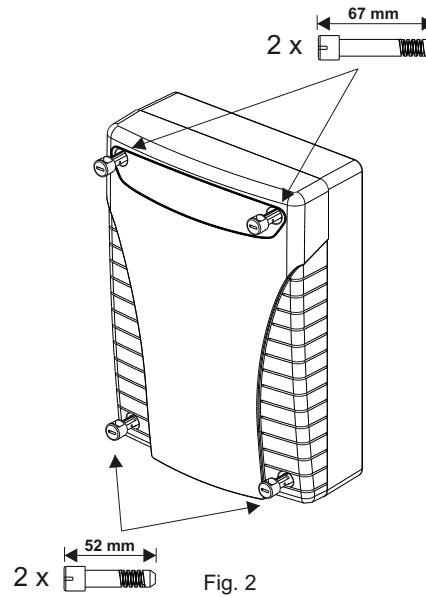

Fig. 2
- 2) Aprire il coperchio del contenitore svitando le 4 viti che rimangono prigioniere ed assicurarsi dell'integrità dell'apparato elettronico (Fig. 2).